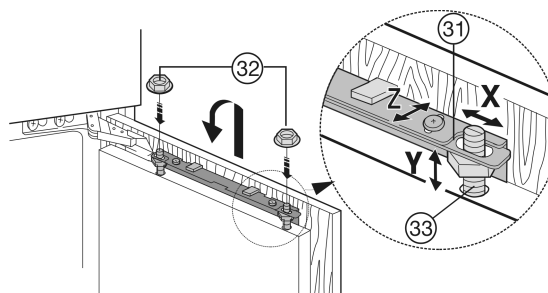

Fig. 23
- ▶ Suspendre la porte du meuble sur les tenons d'ajustement Fig. 23 (33) et visser légèrement les contre-écrous Fig. 23 (32) sur les tenons d'ajustement.
- ▶ Aligner la porte de placard en hauteur et en inclinaison latérale : Régler les boulons d'ajustage Fig. 23 (33) à l'aide d'un tournevis.
- ▶ Serrer les contre-écrous Fig. 23 (32).